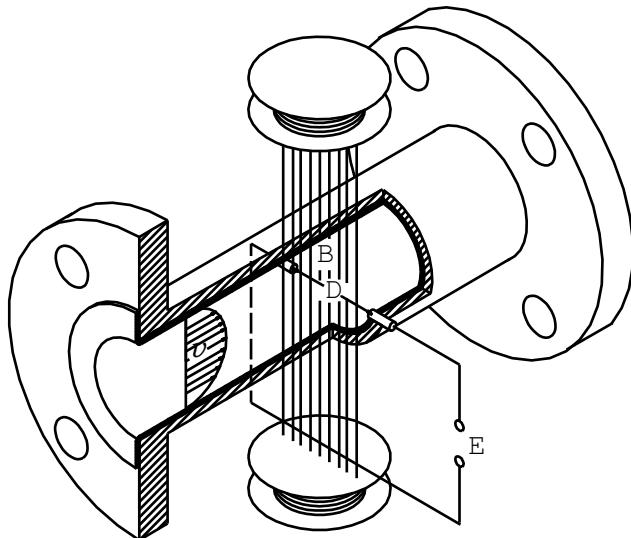

Рис. 4.1
Принцип действия расходомера основан на явлении электромагнитной индукции (см. Рис. 4.1).
4.2.3 ППР представляет собой отрезок трубопровода из немагнитного материала (см. Рис. 4.1), внутренняя поверхность которого футерована диэлектриком (фторопластом). В диаметрально противоположных стенках трубопровода установлены два электрода, контактирующие с измеряемой средой и предназначенные для съёма ЭДС индукции (Е). Благодаря такой конструкции ППР расходомер вносит минимальное гидравлическое сопротивление в поток жидкости. Магнитная система ППР состоит из двух последовательно включённых катушек возбуждения и магнитопровода. ЭДС индукции усиливается в блоке аналоговой обработки ППМ, преобразуется в цифровую форму и поступает затем в блок цифровой обработки сигнала. Блок аналоговой обработки сигнала также формирует ток, поступающий на катушки возбуждения магнитной системы ППР.